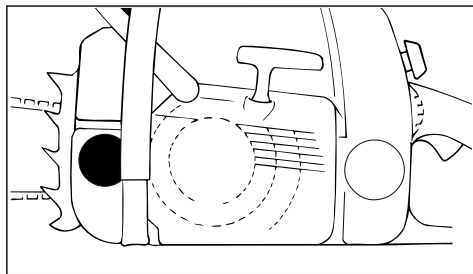

Рис. 52
- Очистите тщательно запорное устройство бака и окружение, с тем чтобы в бак не попала какая-либо грязь (рис. 52).